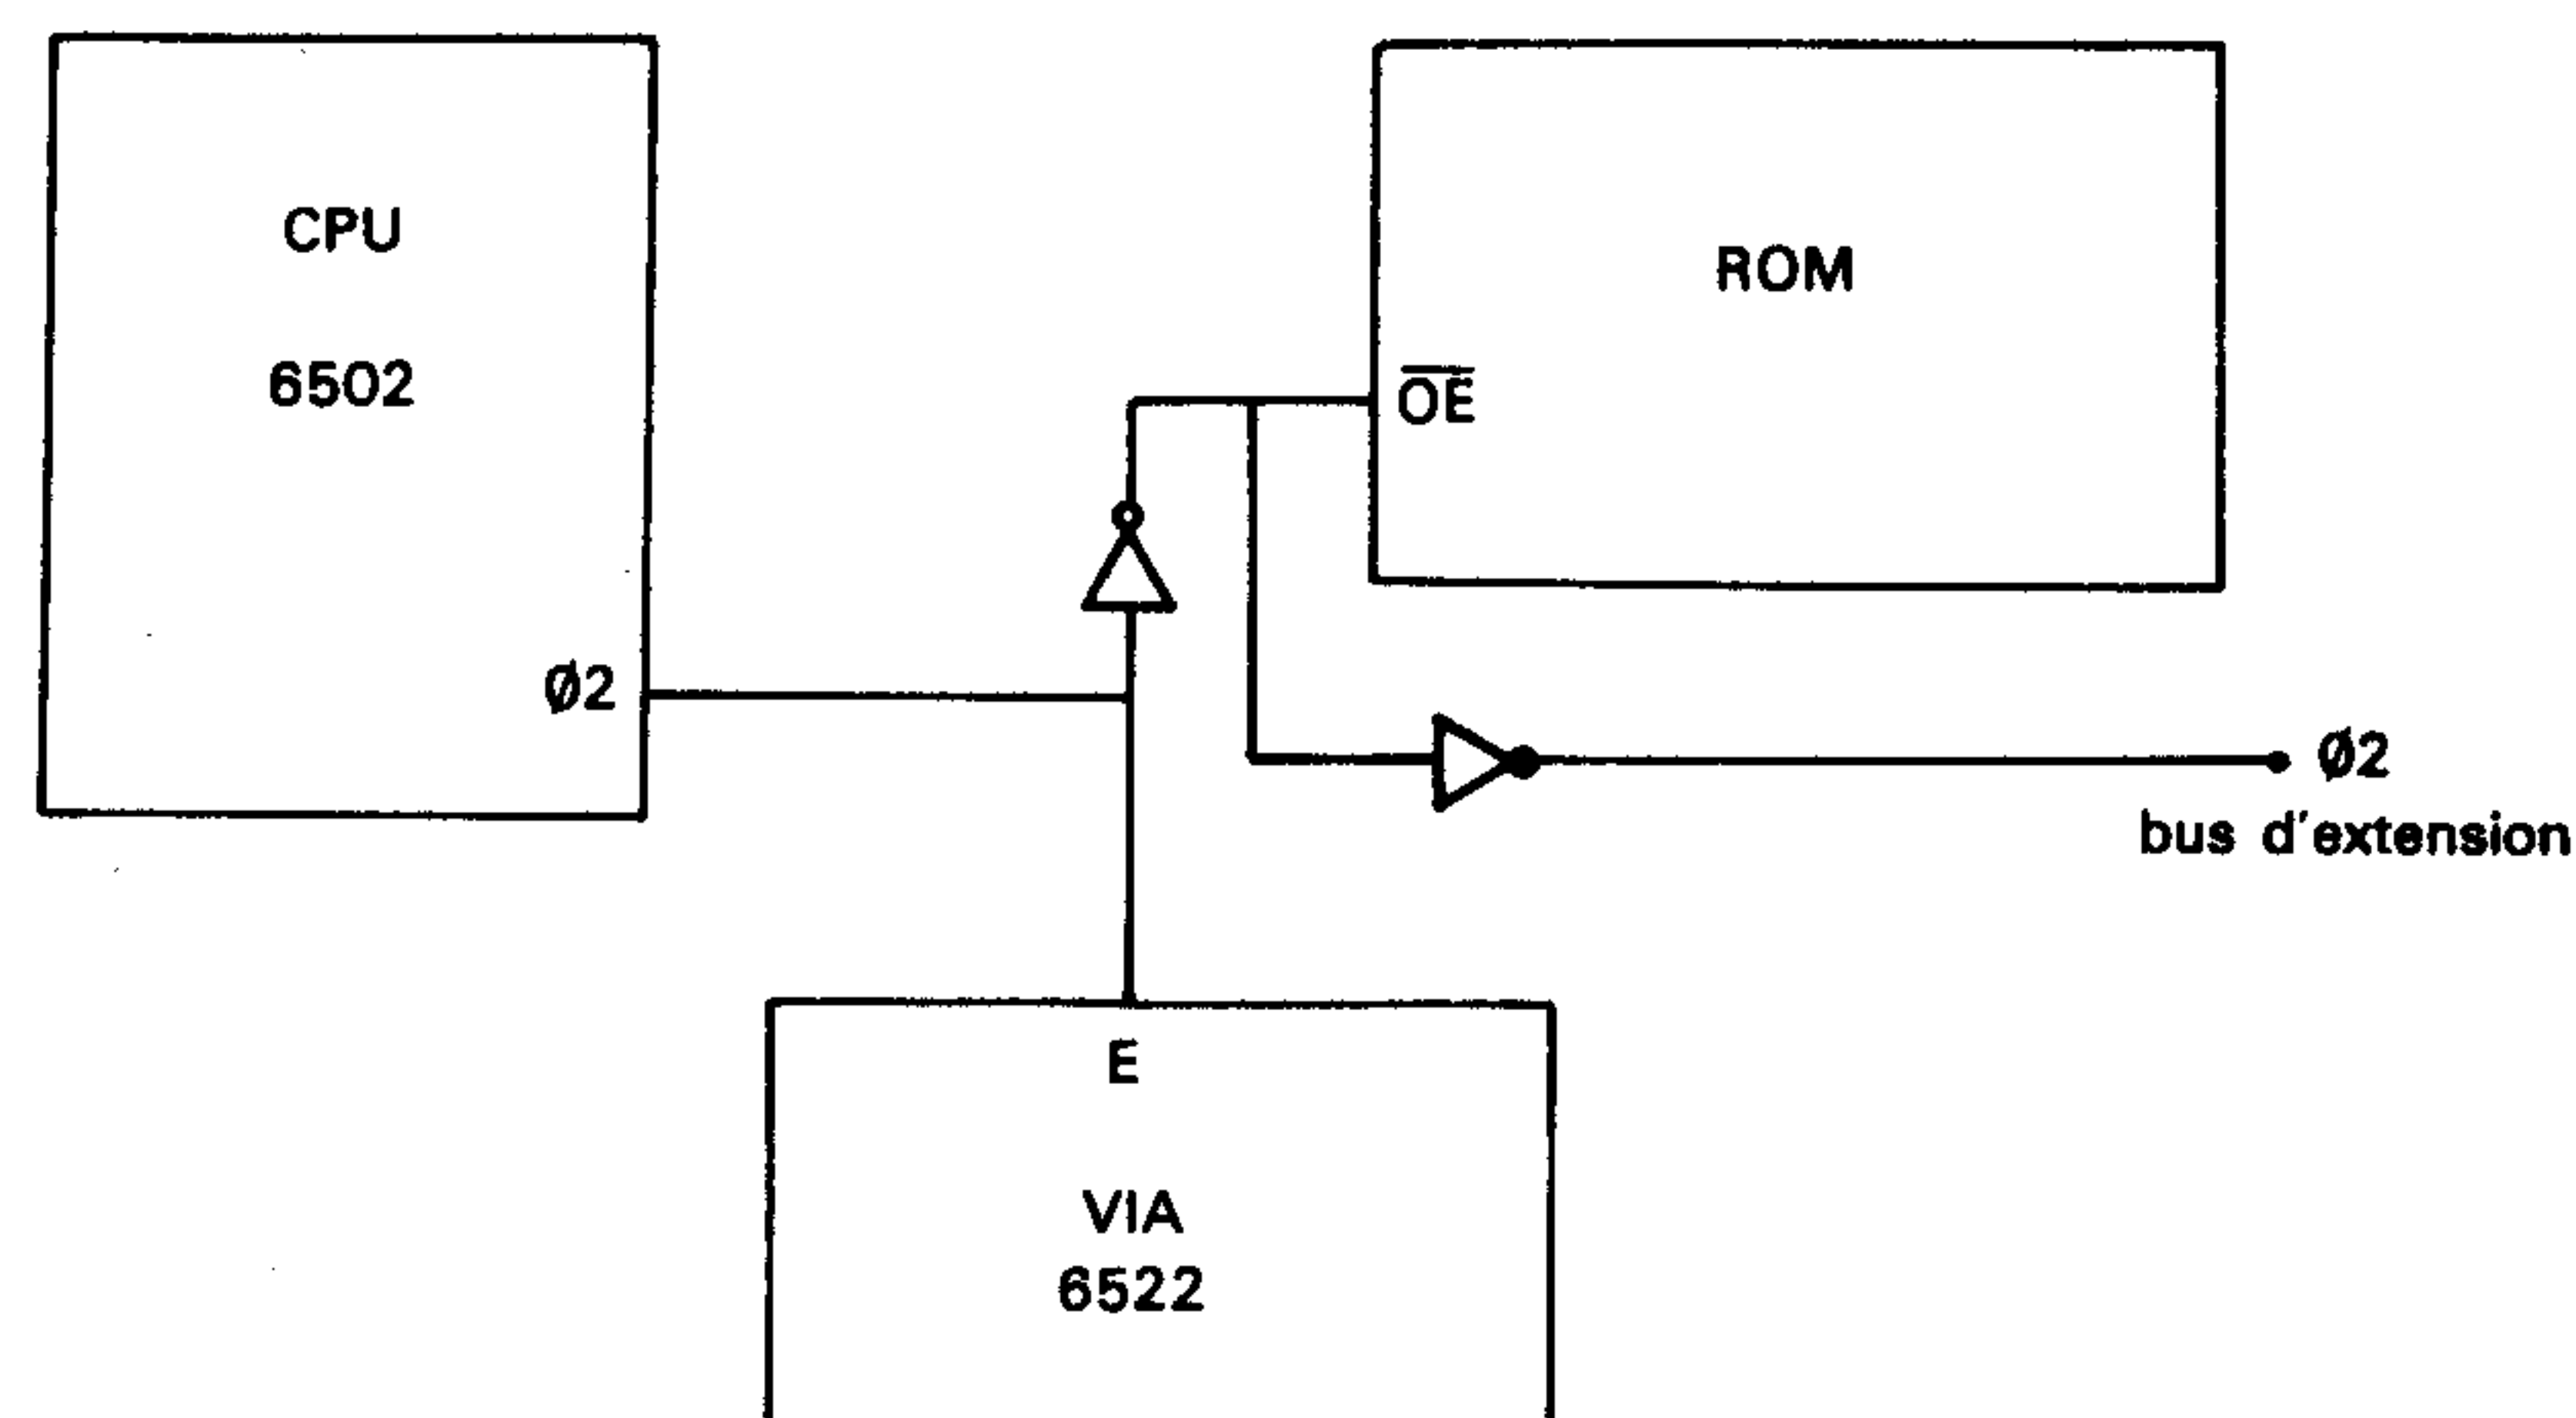

Fig. 5.4. — Ø2 après évolution.
- Personnellement nous avons réalisé la deuxième solution. (Notre câblage faisait dans les 30 cm!) Elle consiste à utiliser un inverseur laissé libre pour redécouper Ø2 (fig. 5.4).